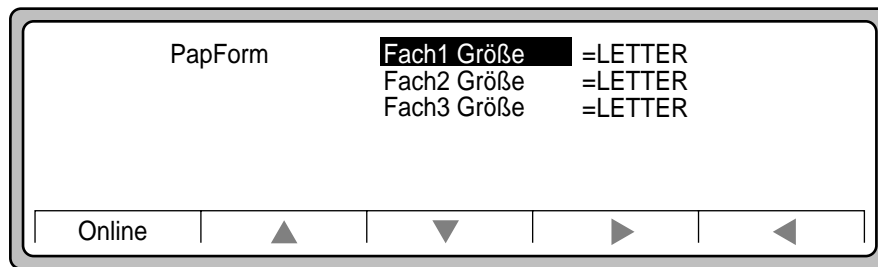

Abbildung 3-9 PapForm
1. Drücken Sie im Hauptmenü die Taste „PapForm“. Abbildung 3-9 wird angezeigt.